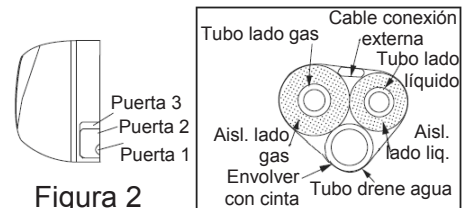

Figura 2
1. Al usar la tubería y alambrado desde el lado izquierdo o derecho de la unidad interior, corte las puertas del chasis si es necesario (Figura 2).